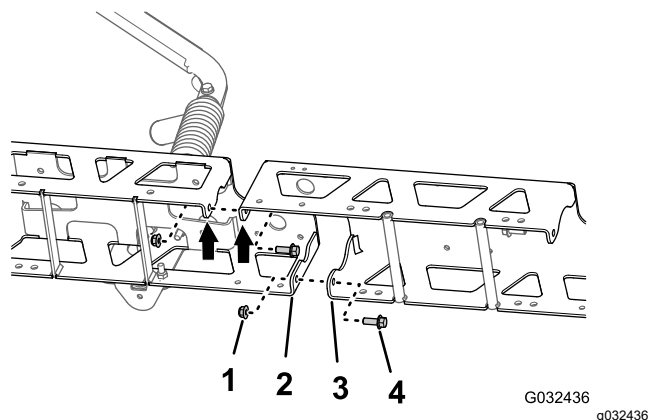

Рисунок 55
1. Совместите отверстия в вертикальных фланцах удлинителя средней секции стрелы с отверстиями в ферменной раме (Рисунок 55).
2. Установите, не затягивая, удлинитель средней секции стрелы на ферменную раму (Рисунок 55) при помощи двух болтов с фланцевыми головками ($\frac{3}{8}$ x 1 дюйм) и двух фланцевых контргаек ($\frac{3}{8}$ дюйма), снятых при выполнении пункта 1 раздела Разделение ферм средней секции опрыскивателя (страница 32).
3. Совместите отверстия в вертикальных фланцах удлинителя средней секции стрелы с отверстиями в другой ферменной раме (Рисунок 55).
4. Установите, не затягивая, удлинитель средней секции стрелы на другую ферменную раму (Рисунок 55) при помощи двух болтов с фланцевыми головками ($\frac{3}{8}$ x 1 дюйм) и двух фланцевых контргаек ($\frac{3}{8}$ дюйма) из доводочного комплекта системы опрыскивания GeoLink (Рисунок 55).